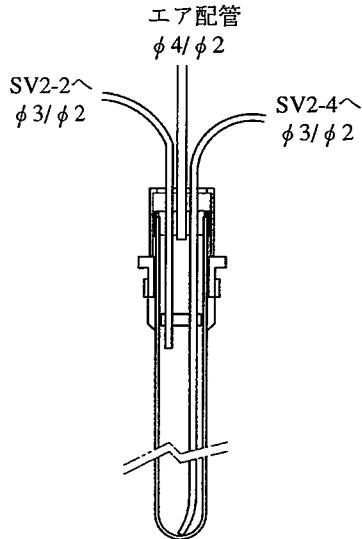

図7.10 反応管の配管
・ ゴムキャップ取付時には、配管の挿入位置に注意してください。（図7.10 反応管の配管参照）
- 注意** ・ 配管の接続を間違えないように注意してください。反応管の底まで入っている方の配管を、SV2-4に接続してください。（図7.10 反応管の配管参照）